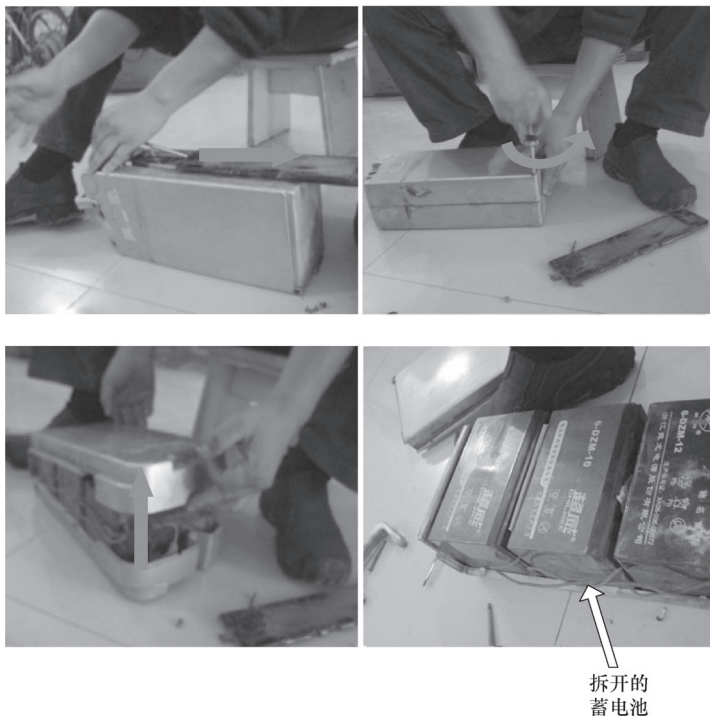

图 5-7 拆开蓄电池外壳
- 3) 取下蓄电池盒并拆去盒盖观察，发现蓄电池连线可靠，表面也较为洁净，如图 5-7 所示。